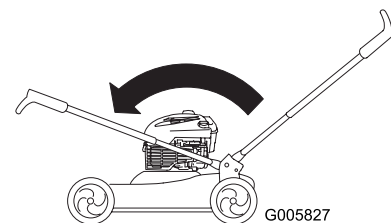

Bild 50
5. Drehen Sie den Griff nach vorne (Bild 50).